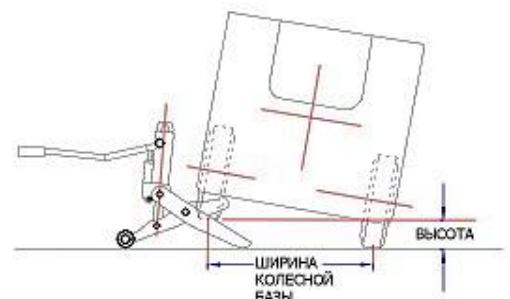

Рисунок 6.
- Будьте предельно внимательны при подъеме узких погрузчиков (ширина менее 1016 мм). Проверяйте, чтобы высота между полом и поднятым колесом не превышала $\frac{1}{4}$ ширины колесной базы погрузчика. Ширина колесной базы измеряется от центральной линии до центра ширины профиля колес (см. рисунок 6). Если Вы превысите это расстояние, велика вероятность опрокидывания погрузчика.